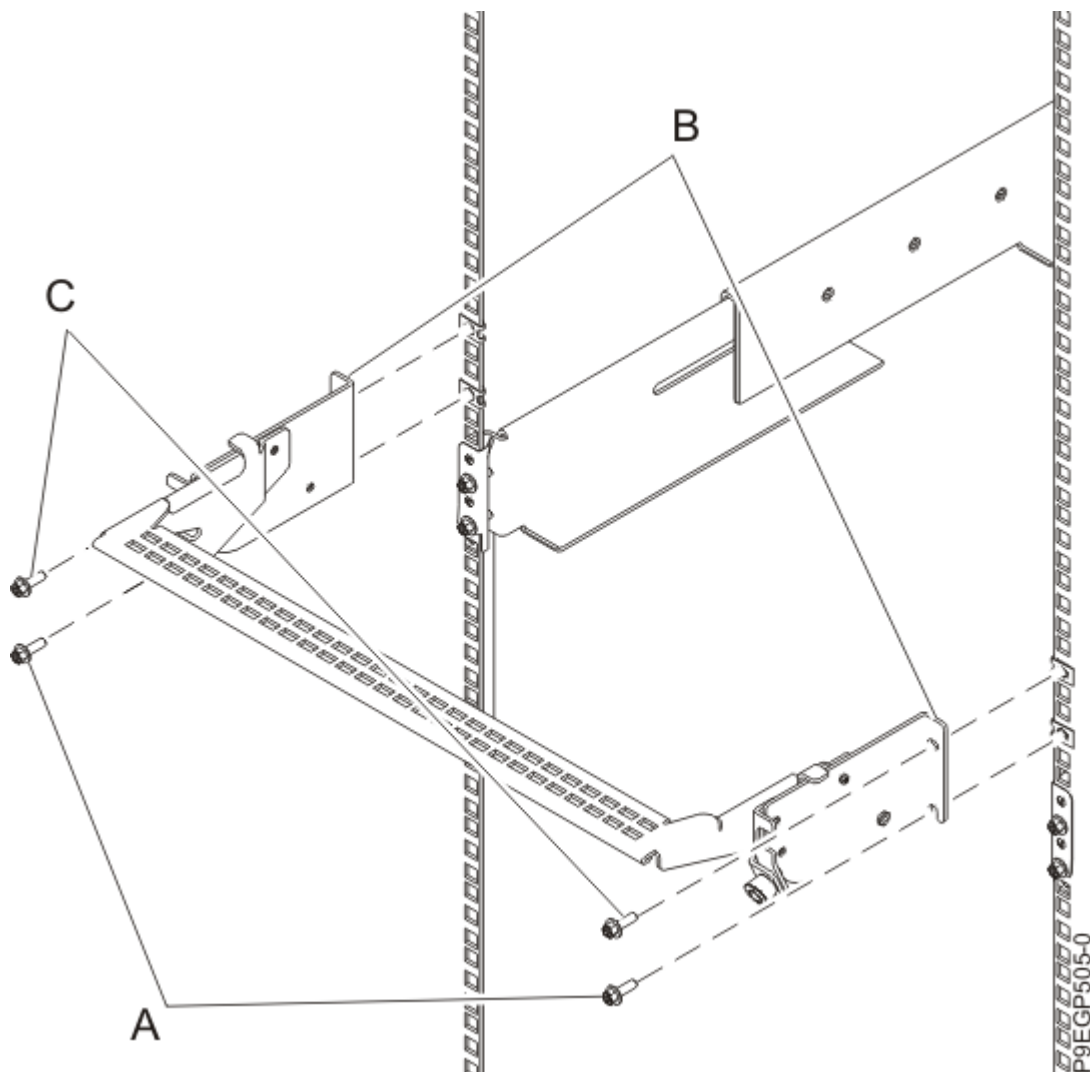

Figura 11. Colocación de la abrazadera portacables
- a. En la parte posterior del bastidor, apriete parcialmente los dos tornillos M5 **(A)** directamente encima de las abrazaderas del riel del cajón donde se colocan los clips de tuerca. Estos dos tornillos son los dos tornillos inferiores que fijan la abrazadera portacables con el bastidor. Consulte Figura 11 en la página 14.
- c. Alinee la pieza de sujeción de forma que los rebordes de montaje **(B)** se alineen con los orificios superiores de los rebordes del bastidor, tal como se muestra en la Figura 11 en la página 14.